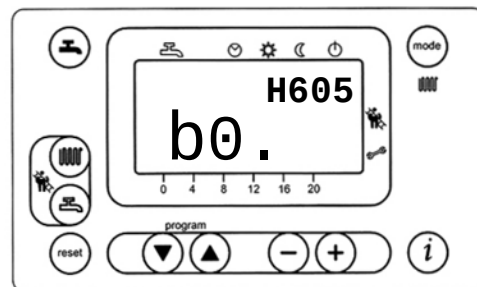

Figure 6
- Pritisni ▼▲ dugme na kontrolnom panelu kotla (fig. 6) istovremeno 3 sekundi, dok parametar H90 se ne pojavi na displeju;